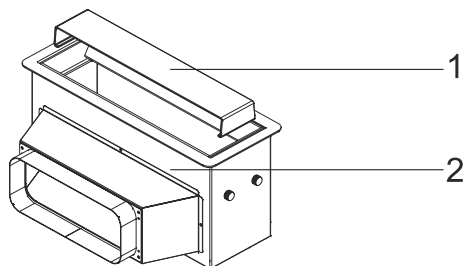

Fig. 3: Afmontering af kantsug plade/glas
1. ➤ Fjern kantsug pladen/glasset ved luftindgangen (Fig. 3).